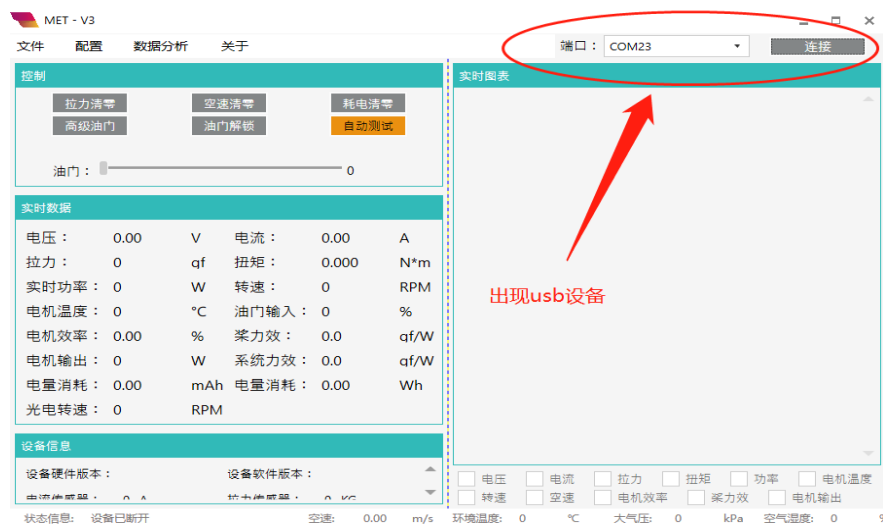

图3.2.2 软件连接
(4) 软件连接：确定驱动安装成功后，打开测试软件，在左上角端口里选择我们刚刚安装的usb端口，点击连接，此时测试台发出“滴”一声说明连接成功，如图3.2.2所示：